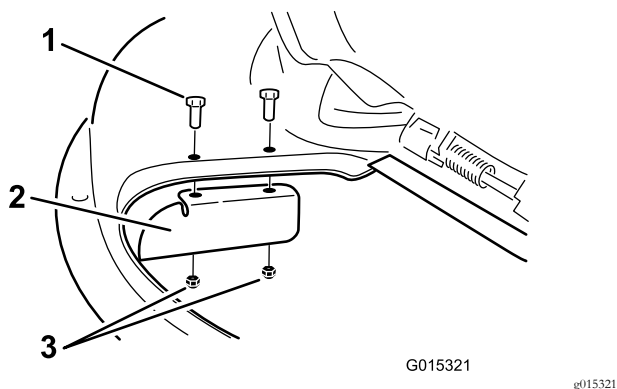

Figure 18
9. Montez le déflecteur d'ouverture sur le plateau de coupe (Figure 18).
3. Enlevez le déflecteur d'ouverture du plateau de coupe (Figure 18).